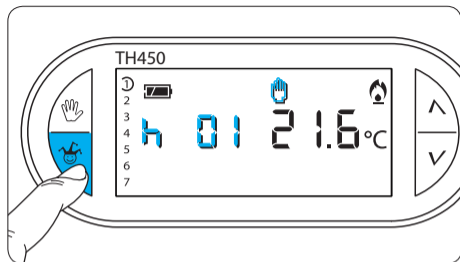
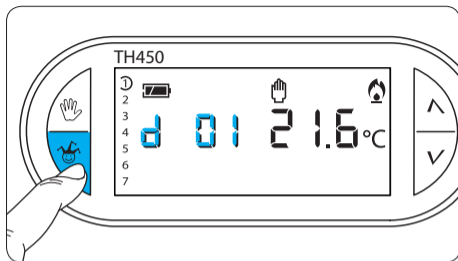

Fig. 78
Fig. 80
21.3 - Premere il pulsante una volta per impostare le ore (fig. 78) due volte per impostare i giorni (fig. 80).